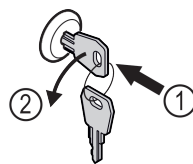

Fig. 181
- ▶ Zatlačte kľúč. Fig. 181 (1)
- ▶ Otočte kľúč o 90° v protismere hodinových ručičiek. Fig. 181 (2)